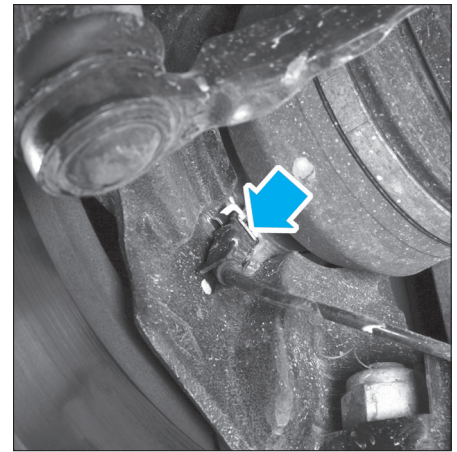

FIG. 7
- Décliper le capteur de vitesse de roue sur le pivot (fig. 7).
- Déverrouiller le capteur de vitesse de roue du pivot (fig. 7).